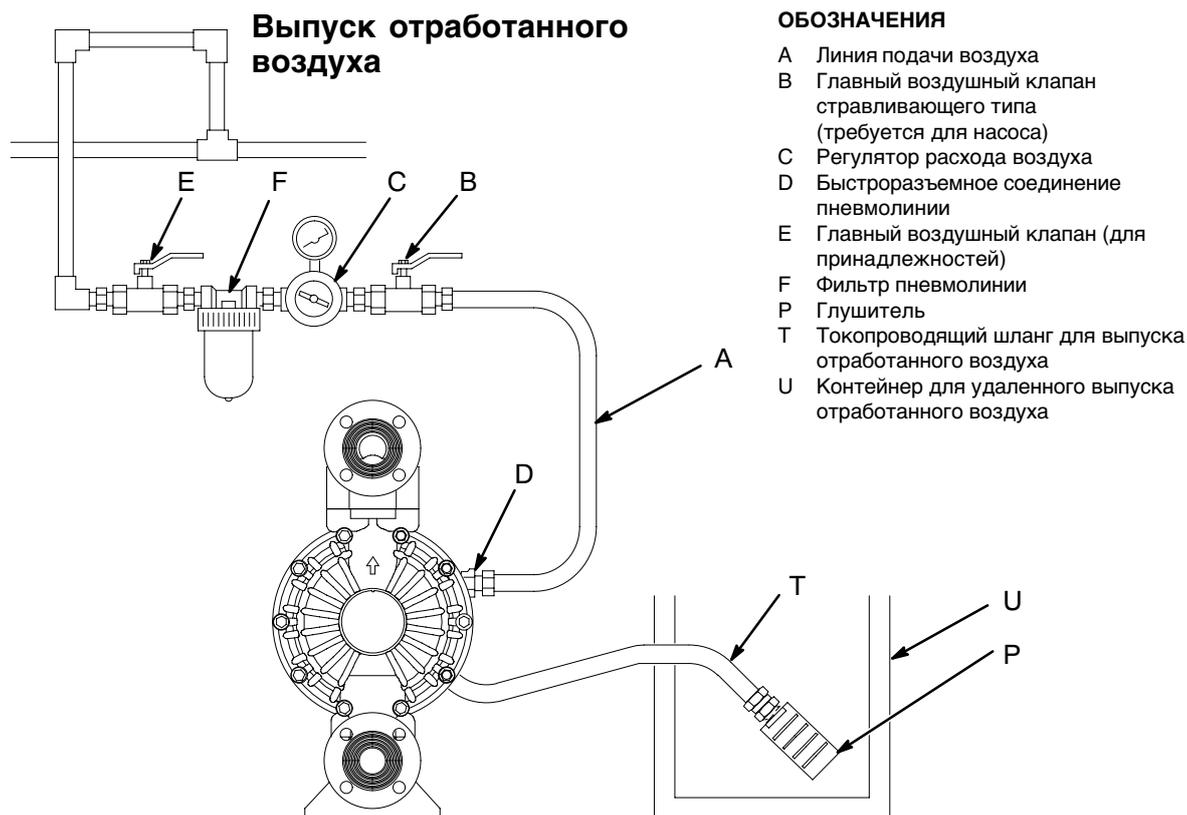

Рис. 6
Повреждение мембраны приведет к попаданию перекачиваемой жидкости в выпускаемый воздух. Для сбора жидкости установите подходящий контейнер на конце линии для выпуска отработанного воздуха. См. рис. 6.
1. Снимите глушитель (P) с отверстия для выпуска отработанного воздуха из насоса.
2. Установите токопроводящий шланг для выпуска отработанного воздуха (T) и соедините глушитель (P) с другим концом шланга. Минимальный размер шланга для выпуска отработанного воздуха – внутренний диам. 19 мм (3/4 дюйма). Если необходим шланг длиной более 4,57 м (15 футов), используйте шланг большего диаметра. Не допускайте резких перегибов или изломов шланга. См. рис. 6.
3. Для сбора жидкости на случай разрыва мембраны установите контейнер (U) на конце линии для выпуска отработанного воздуха.